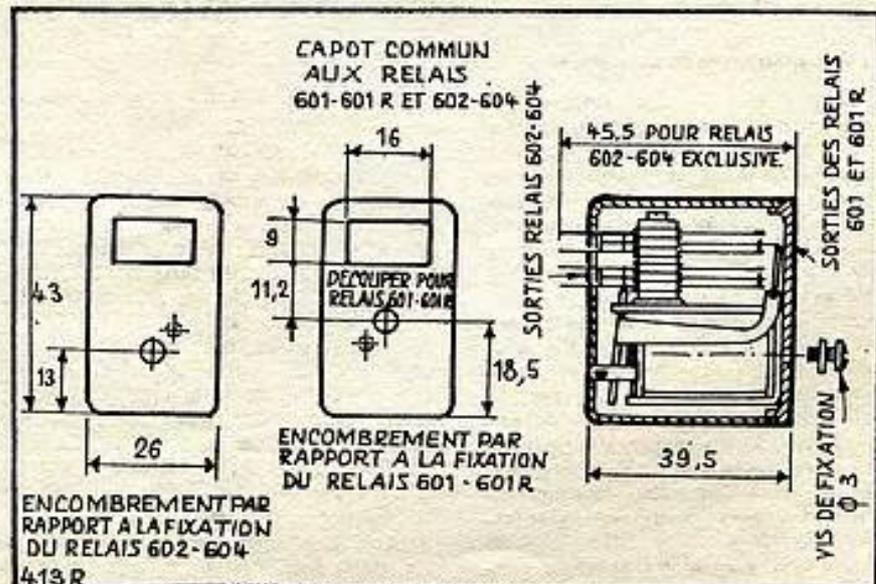

FIG. 7. — Encombrement et détails du relais sensible « PLP », référence fabricant 601. Résistance 600 Ω. Tension d'alimentation 3 V. Puissance nécessaire 15 mW.
- 1 relais sensible « PLP » référence fabricant 601, résistance 600 Ω, tension d'alimentation 3 V, puissance nécessaire 15 mW (fig. 7).